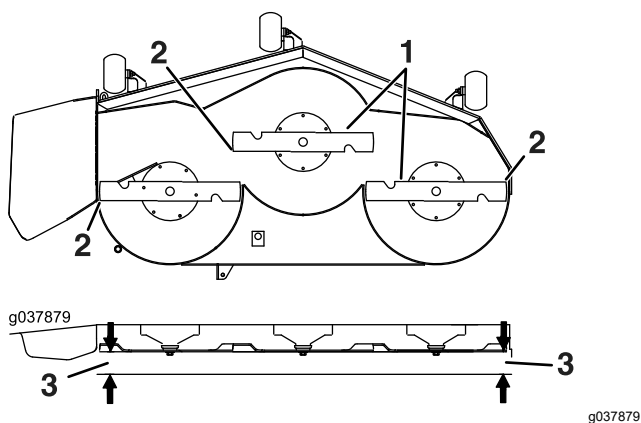

Figure 100
6. Mesurez la distance entre la pointe des lames et le sol plat (Figure 100). Si les deux mesures diffèrent de plus de 5 mm (3/16 po), ajustez l'horizontalité des lames; poursuivez cette procédure.
14. Tournez prudemment les lames pour qu'elles soient parallèles dans le sens transversal (Figure 100).